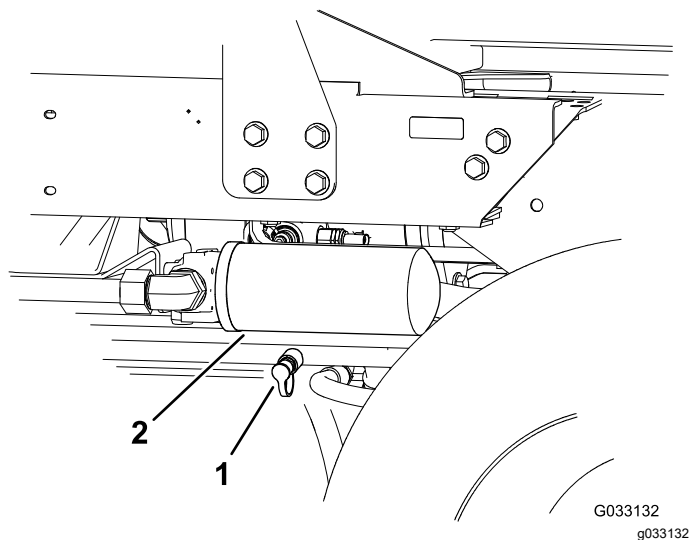

Figura 40
2. Conecte una manguera hidráulica entre el acoplamiento diagnóstico del colector de tracción trasera, y el punto de prueba de presión de tracción en marcha atrás (Figura 40).